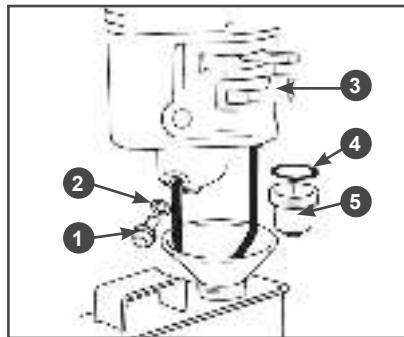

Рис. 25 Обслуживание фильтра-
1. Установите рычаг топливного крана 3 (Рис. 25) в положение «ЗАКРЫТО».
3. Открутите болт 1 сливного отверстия и слейте топливо из поплавковой камеры карбюратора (Рис. 25).
4. Открутите стакан отстойника 5, вылейте из него топливо в заранее подготовленную емкость (Рис. 25).